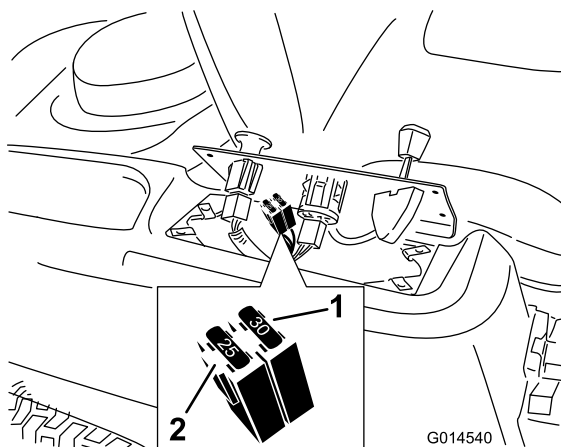

Figura 39
2. Sollevate la plancia per accedere al cablaggio principale e al portafusibili (Figura 39).
3. Per sostituire un fusibile, tiratelo (Figura 39) ed estraetelo dall'attacco.